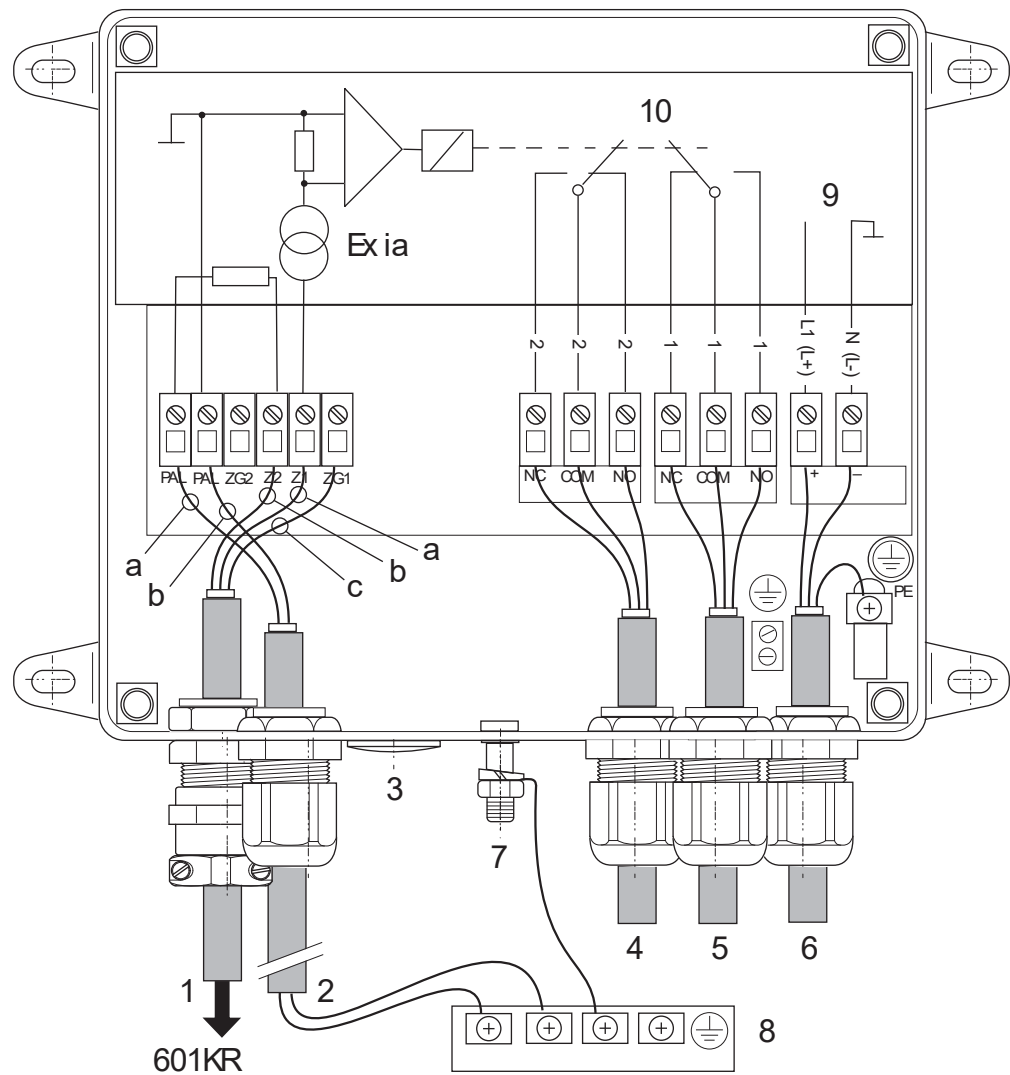
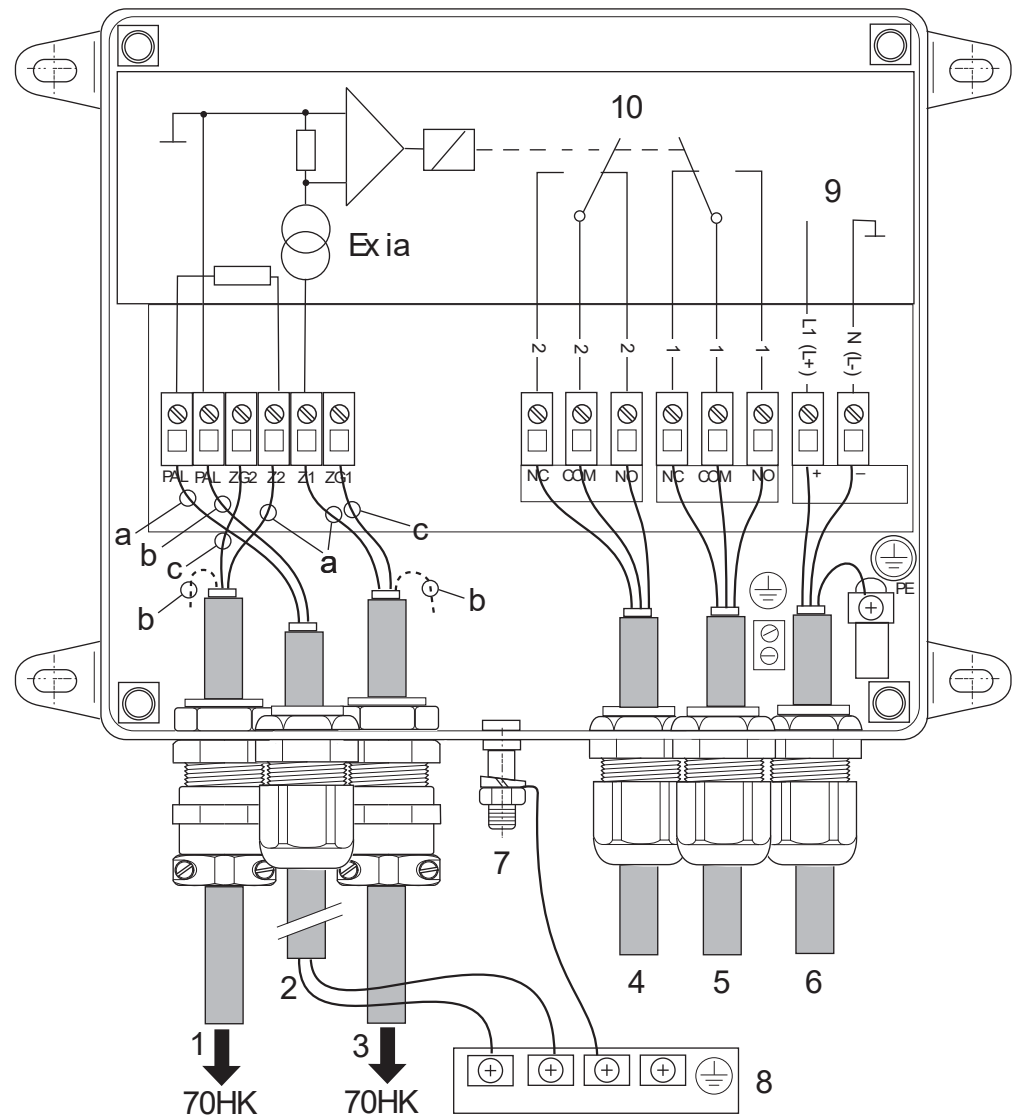

Abb. 4:
Abb. 5:
- Das Gerät muss über den externen Erdanschluss (7, Abb. 4 / Abb. 5) mit dem Potentialausgleich verbunden werden! Zusätzlich muss die Erdklemme im Innern des Gehäuses an einen Schutzleiter oder an einen Potentialausgleichsleiter angeschlossen werden (siehe Kapitel 3.1.3 "Elektrischer Anschluss", Seite 14).
Für die Montagearbeiten in explosionsgefährdeten Bereichen muss sichergestellt sein, dass keine explosionsfähige Atmosphäre existiert! Das Gerät muss über den externen Erdanschluss (7, Abb. 4 / Abb. 5) mit dem Potentialausgleich verbunden werden! Zusätzlich muss die Erdklemme im Innern des Gehäuses an einen Schutzleiter oder an einen Potentialausgleichsleiter angeschlossen werden.
Auf der rechten Seite sind die nicht eigensicheren Anschlussklemmen für die Versorgungsspannung und die Meldekontakte (siehe Abb. 4 / Abb. 5).
- Kabel einführen und gemäß Abb. 4 / Abb. 5 anschließen.
Das Anschlusskabel des Erdkontaktgebers wird über die Kabelverschraubung mit Knickschutz (1, Abb. 4 / Abb. 5) zugeführt. Geräte für die BIG-BAG-Erdung verfügen über zwei Kontaktgeber und die zweite Zuleitung wird über eine zusätzliche Kabelverschraubung mit Knickschutz (3, Abb. 5) zugeführt.
Ein zweiadriges Kabel zur Verbindung des Erdungskreises mit der Potentialausgleichsleitung PAL wird über die Kabeleinführung (2, Abb. 4 / Abb. 5) in den Anschlussklemmenraum hineingeführt. Durch die doppelte Führung wird sichergestellt, dass auch Unterbrechungen zur Potentialausgleichsleitung PAL erkannt werden.
Die beiden PAL-Leitungen gehören zu dem eigensicheren Stromkreis; siehe Kabeleingang 2, Abb. 4 / Abb. 5. Die Klemmen auf der Terrabox TCB030 sind auch als eigensichere Klemmen (blau) gekennzeichnet. Es handelt sich **nicht** um Schutz Erde-Verbindungen, die Leitungen dürfen **nicht** grün/gelb bzw. gelb ausgeführt werden. Die PAL-Verbindung kann mit einer 2-adrigen Mantelleitung erfolgen, wobei die Adernfarben nicht vorgeschrieben sind, d.h. alle Farben außer grün/gelb bzw. gelb sind zulässig.
Die Kabel der Meldeleitungen werden über die Kabeleingänge (4 und 5, Abb. 4/Abb. 5), das Kabel der Versorgungsspannung über den Kabeleingang (6, Abb. 4 / Abb. 5) zugeführt.
Bei Auslieferung sind die Einführungen (2, 4, 5, Abb. 4 / Abb. 5) verschlossen. Nicht verwendete Einführungen müssen verschlossen bleiben.